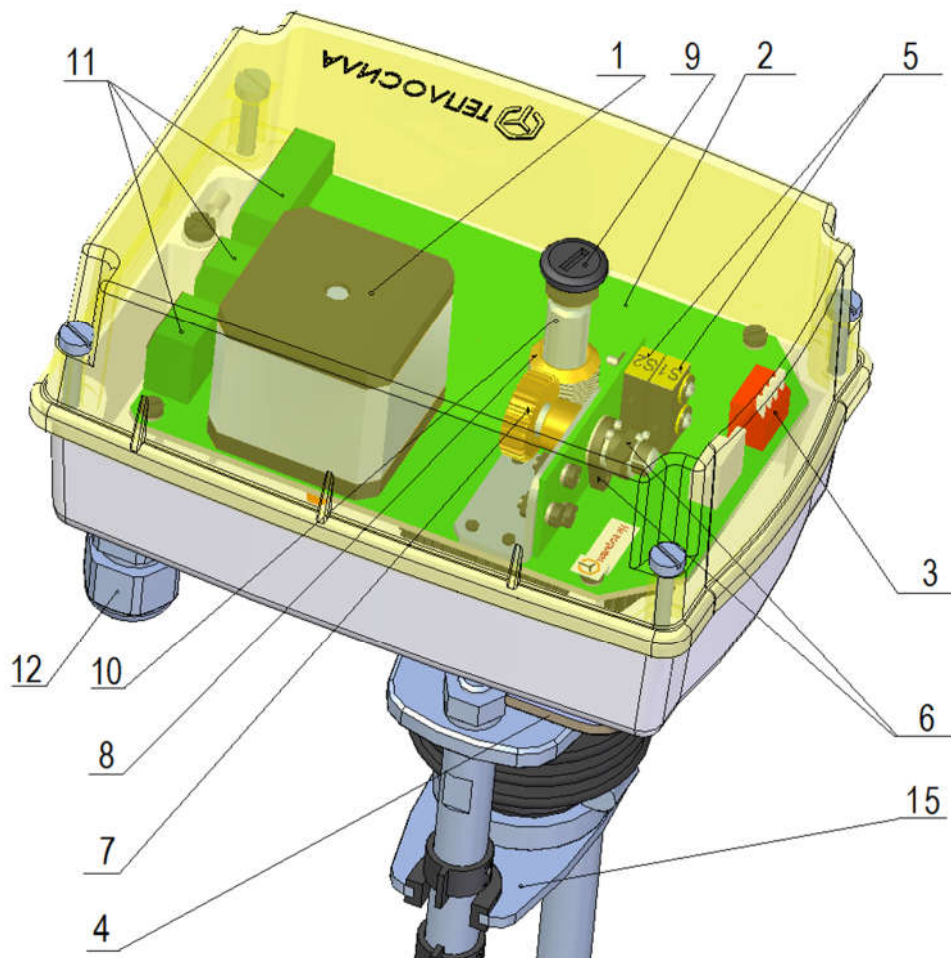

Рисунок 1. Общий вид
Электрическое присоединение производить через кабельные вводы (12) на клеммные колодки (11) (рисунок 1). Максимальное сечение подключаемого провода не более 2,5 мм2.